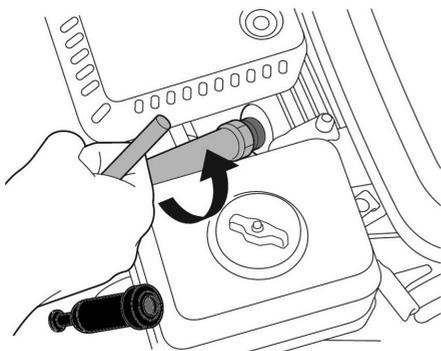

Рис. 35. Обслуживание свечи зажигания
2. Открутите свечу зажигания свечным ключом (Рис. 35).